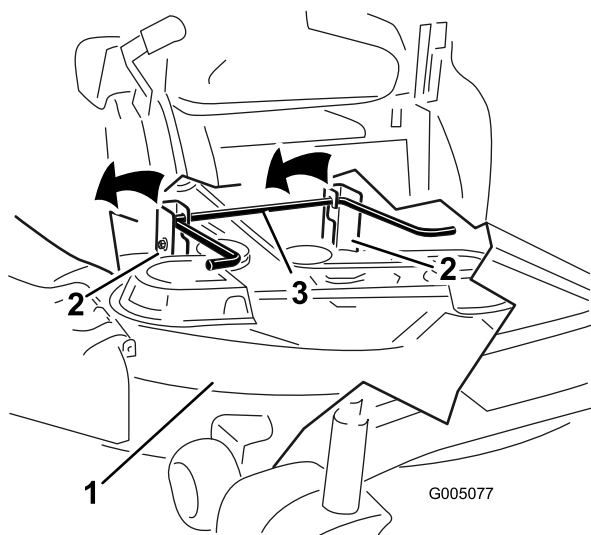

Figura 52
5. Eleve la plataforma del cortacésped y desenganche la varilla de elevación trasera de los soportes, y baje el cortacésped con cuidado al suelo (Figura 52).
5. Eleve la parte trasera de la plataforma del cortacésped y coloque los soportes sobre la varilla de elevación trasera (Figura 52).